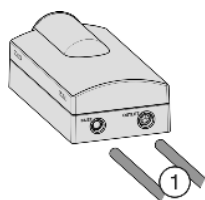

Fig. 26
- Mida la profundidad de inserción (E) de 21/32" (17 mm) en el tubo delgado y haga una marca.
- Mida la profundidad de inserción (E) de 25/32" (20 mm) en el tubo grueso y haga una marca.
- Introduzca los tubos flexibles Fig. 26 (1) hasta el tope (equivalente a la marca) en el módulo del filtro de agua superando la resistencia existente.